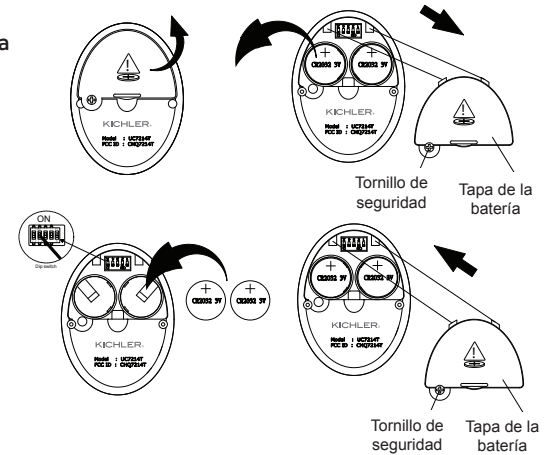

Fig. 22
**Paso 1.** Para quitar o reemplazar las baterías, afloje el tornillo de seguridad y retire la tapa de la batería de la parte posterior del transmisor para acceder al compartimiento de la batería. (Fig. 22)
**NOTA:** Si reemplaza las baterías, asegúrese de instalar las nuevas baterías CR2032 de 3 V con el lado + hacia arriba. (Fig. 22)
Vuelva a colocar la tapa de la batería en la parte posterior del transmisor y ajuste el tornillo de seguridad. (Fig. 22)